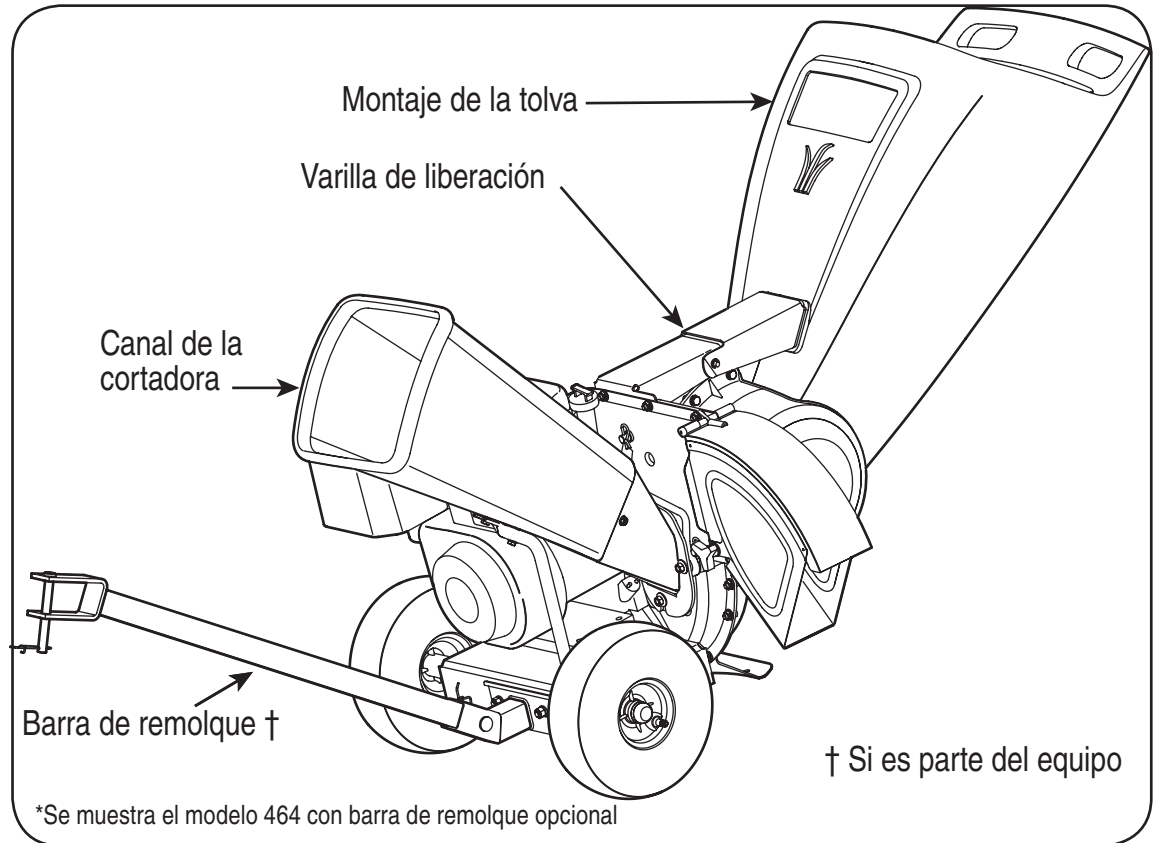

Figura 4-1
Permite que las ramas pequeñas de hasta 3" de diámetro (2" en el caso del modelo serie 450) ingresen al motor para ser picadas. Vea la Figura 4-1.
Permita que las hojas y las ramas pequeñas de hasta 1/2 de diámetro ingresen al motor para ser picadas y trituradas. Bajando el montaje de la tolva se puede rastrear material e introducirlo dentro del mismo. Vea la Figura 4-1.
La varilla de liberación está ubicada en el montaje del soporte del motor y se usa para liberar o trabar la tolva al momento de subir o bajar. Vea la Figura 4-1.
Use la barra de remolque para remolcar la cortadora trituradora mediante una unidad de tracción hasta el lugar de operación. Vea la Figura 4-1.
2. Con la otra mano tire hacia afuera de la varilla de liberación y baje el montaje de la tolva hasta el piso. Vea la Figura 4-1.